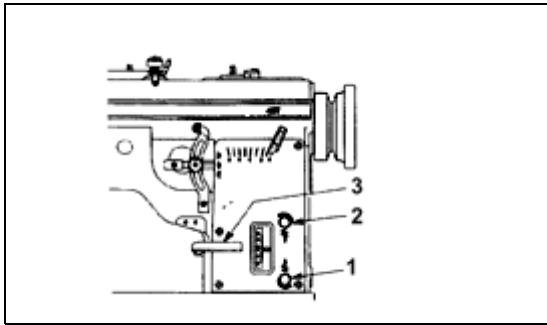

Fig. 22
Para regular o comprimento do ponto para avanço para frente, gire o pino do parafuso regulador de comprimento de ponto (1), Fig. 22, no sentido horário para encurtar o comprimento do ponto e no sentido anti-horário para alongar o comprimento do ponto.
Para regular o comprimento do ponto para alimentação em reverso, gire o pino do parafuso regulador do comprimento do ponto (2), Fig. 22, no sentido horário para encurtar o comprimento do ponto e no sentido anti-horário para alongar o comprimento do ponto.